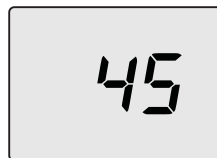

Рисунок 9.9
- Нажать одновременно кнопки 13 и 14 (Рисунок 9.7) до появления на ЖК-дисплее кода **LP**, сменяющегося значением минимальной температуры воды (например, **45**), что указывает на вход для активации "режима трубочист" при минимальной мощности горячего водоснабжения (Рисунок 9.9).